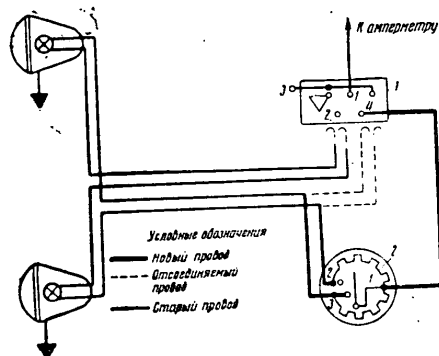

Рис. 27. Схема включения фар при переводе автомобилей ЗИС-5 и ЗИС-50 на светомаскировочный режим: 1—центральный переключатель света; 2—переключатель П29-Б
- 2) включить фары согласно схеме (рис. 27), для чего: